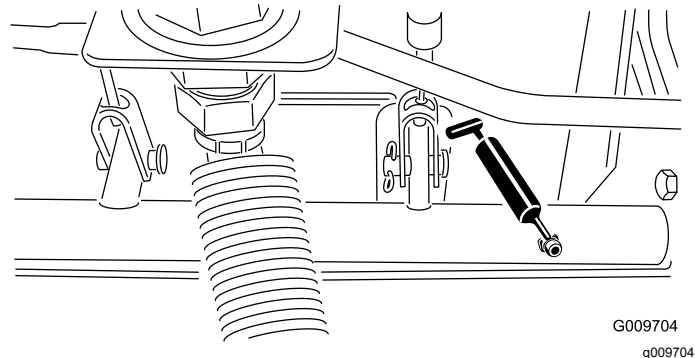

Figure 44
- Roulements d'axes de pivots de freins (5), comme montré à la Figure 44